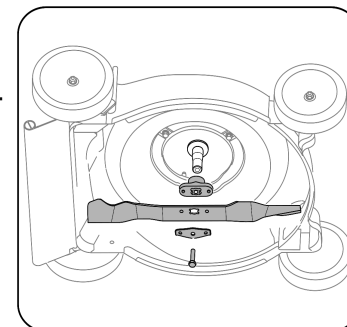

Figura 5-2
- Saque el perno y el soporte de campana de la cuchilla que sostienen la cuchilla y el adaptador de la misma al cigüeñal del motor. Ver la Figura 5-2.